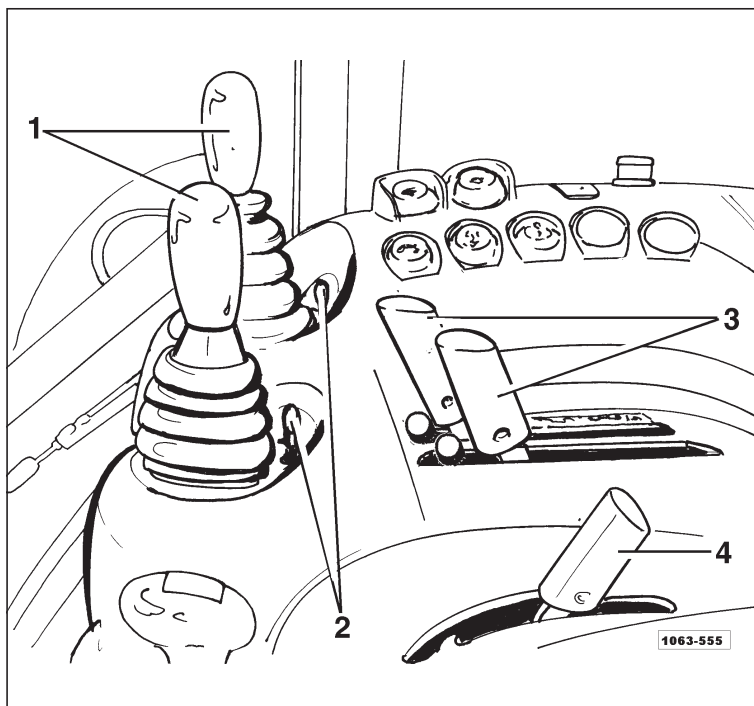

Fig. 1 - Distributeur hydraulique auxiliaire
- Deux distributeurs à double effet (**a1+a2**), qui sont actionnés par un levier cruciforme (Fig. 1). Le distributeur **a1** est actionné en déplaçant le levier avant-arrière en 4 positions : montée, neutre, descente et "flottante". Les positions "flottante" et neutre sont maintenues mécaniquement et le levier doit donc être débloquenté manuellement. Les positions montée et descente sont par contre maintenues hydrauliquement et le désenclenchement ces positions à la position neutre est automatiquement obtenu lorsque la pression maximum est atteinte.
- De plus, le tracteur peut être équipés de deux autres distributeurs à double effet (**b1+b2**), qui sont actionnés par un deuxième levier cruciforme (Fig. 1). Le distributeur **b1** dispose des mêmes commandes et fonctions que le distributeur **a1**.
Pour des raisons de sécurité, les leviers de commande des distributeurs peuvent être bloqués en position neutre par des leviers de blocage appropriés (2 Fig. 1).